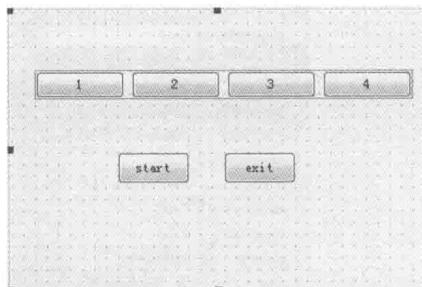

图 13-10 所有按钮整体布局
(5) 按照前面相同的方法，建立 start 和 exit 按钮，如图 13-10 所示。